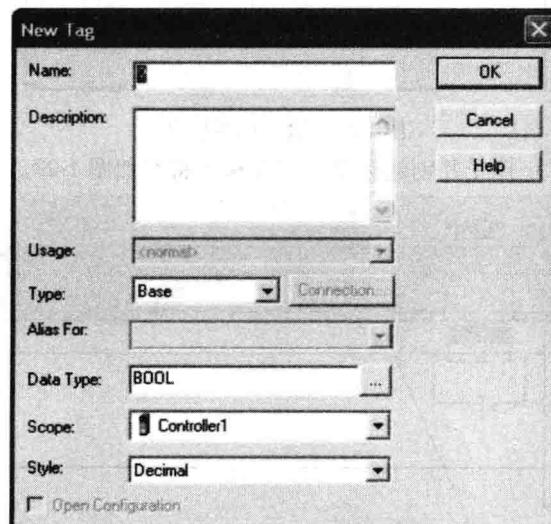

图 1-21 新建标签对话窗口
- 将出现“新建标签”（New Tag）窗口，如图 1-21 所示。